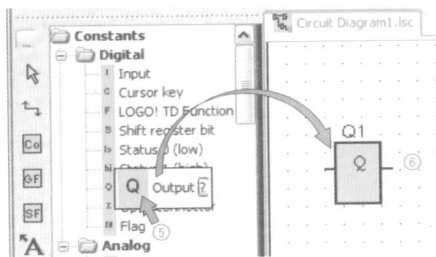

图 1-17 插入输出端点 Q1
要插入元件，首先在目录中选择想要的目标元件。输出端点 Q 标示在图 1-17 中⑤。有两种方法插入元件⑥：